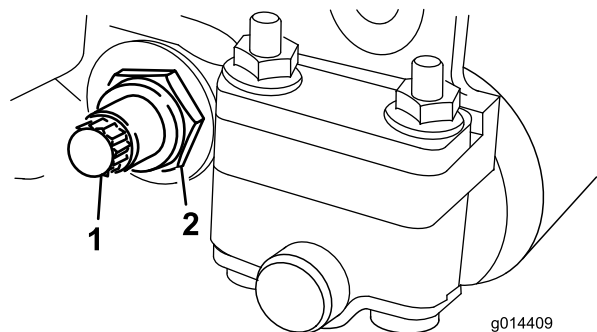

図 14
3. ベッドバー・ボルト (図 14) を固定しているロックナット (機体両側) をゆるめる。
4. 各ベッドバー・ボルトを抜いて、ベッドバーを下に引き抜いて外す (図 14)。